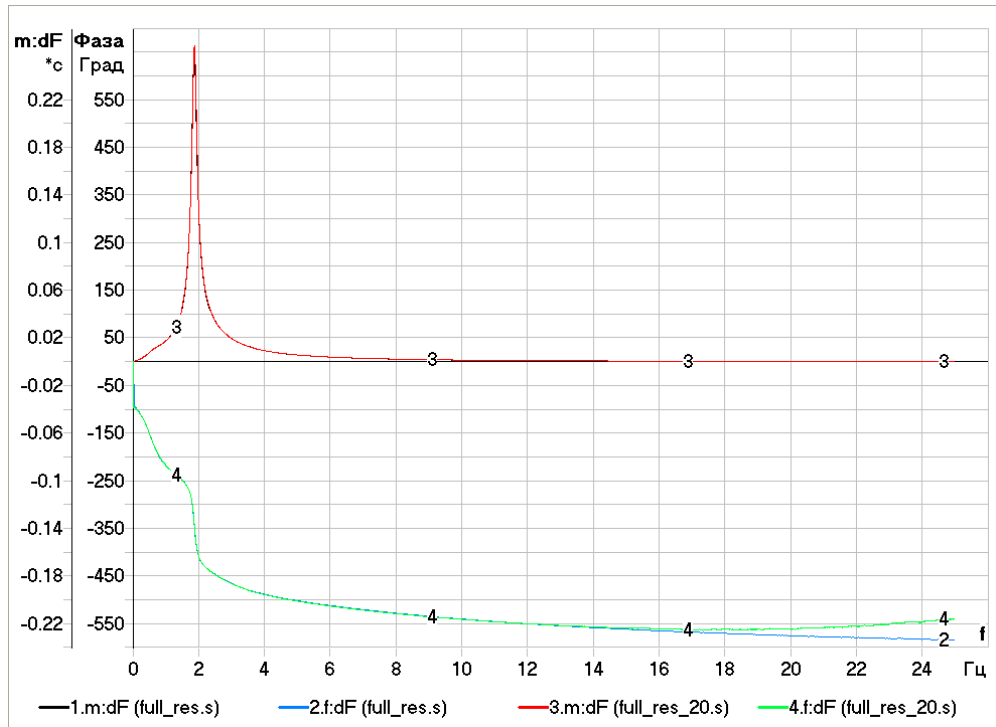

Рис.4.3.
- 4.4. Расчет импульсного отклика по спектральной характеристике производится с помощью обратного БПФ. Для спектров, полученных по формулам дискретного преобразования Фурье, это приводит к полному восстановлению исходного сигнала. Отличительная особенность таких спектров в том, что для частоты=Fmax значение спектра вещественно. Если спектр получен с помощью интегрального преобразования Фурье или был пересчитан для других значений настроечных коэффициентов, это условие нарушается. На рис.4.3. приведен пример амплитудных и фазовых характеристик, вычисленных для процесса с переменным шагом квантования по времени и того же
- Для различения кривых на графике при выводе на черно-белую печать, предусмотрена команда *Метки кривых*. Кривые нумеруются с единицы, номера наносятся в четырех местах графика (см.рис.4.3). Соответствующие номера добавлены также в текст *Легенды*.